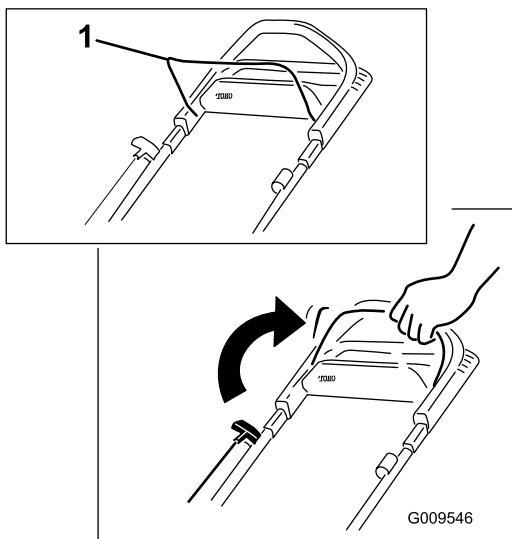

Рисунок 13
- Удерживайте штангу управления ножом прижатой к рукоятке (Рисунок 13).